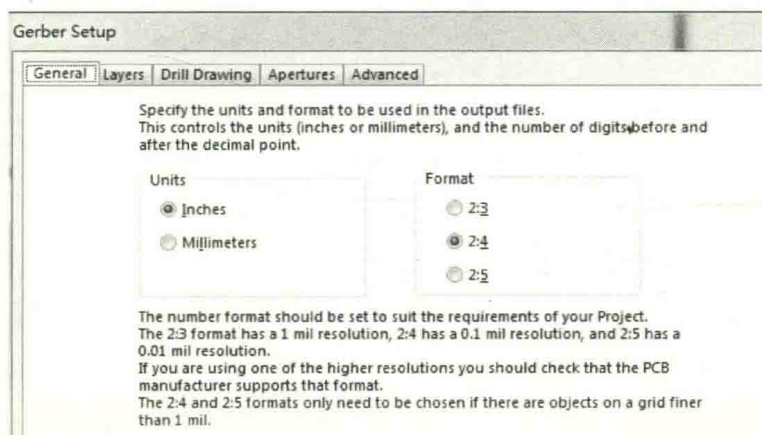

图 12-70 输出单位及比例格式选择
(1) 执行菜单命令“File-Fabrication Outputs-Gerber Files”，进入“Gerber Setup”界面，如图 12-70 所示，输出单位选择“Inches”，比例格式选择“2:4”。